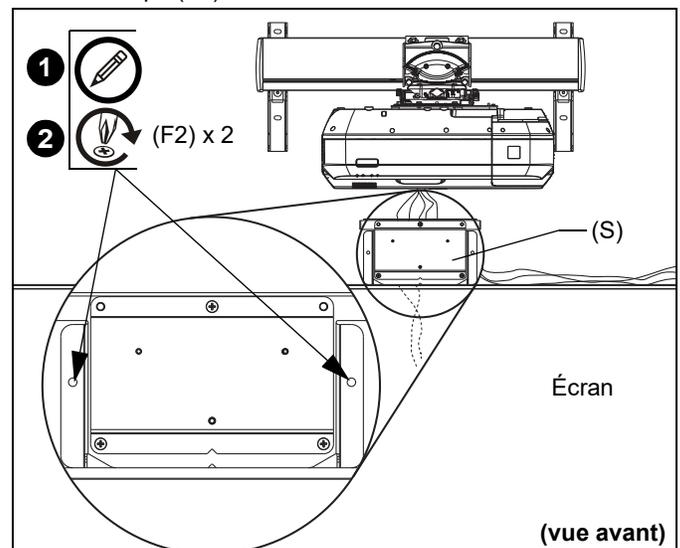

Figure 27
1. Centrez le support du capteur (S) sur l'écran et indiquez les trous de montage (un à gauche et à un droite). (Voir figure 27)
2. Installez le support de capteur (S) en utilisant :
- Bois/montant en acier/cloison sèche : une vis n°8 x 1-1/2 po (F2) sur chaque côté du support de capteur. (Voir figure 27)